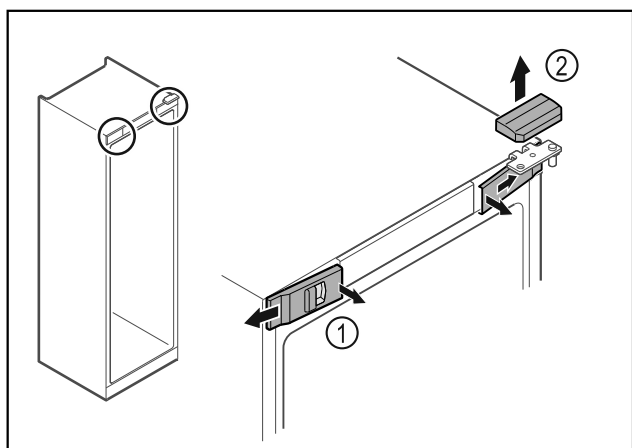

Fig. 16
- ▶ Haakige eesmine katted Fig. 16 (1) seest lahti ja võtke küljele maha.
- ▶ Võtke ülemine kate Fig. 16 (2) ülespoole maha.